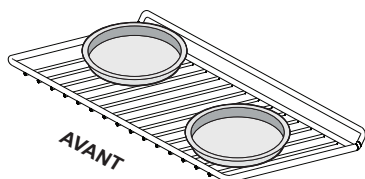

Figure 23: Cuisson sur une seule grille
- Lorsque vous cuisinez avec une seule grille de four, positionnez l'ustensile de cuisson comme illustré à la Figure 23. Laissez un espace d'au moins 5 cm (2 po) entre les plats pour permettre à l'air de bien circuler.